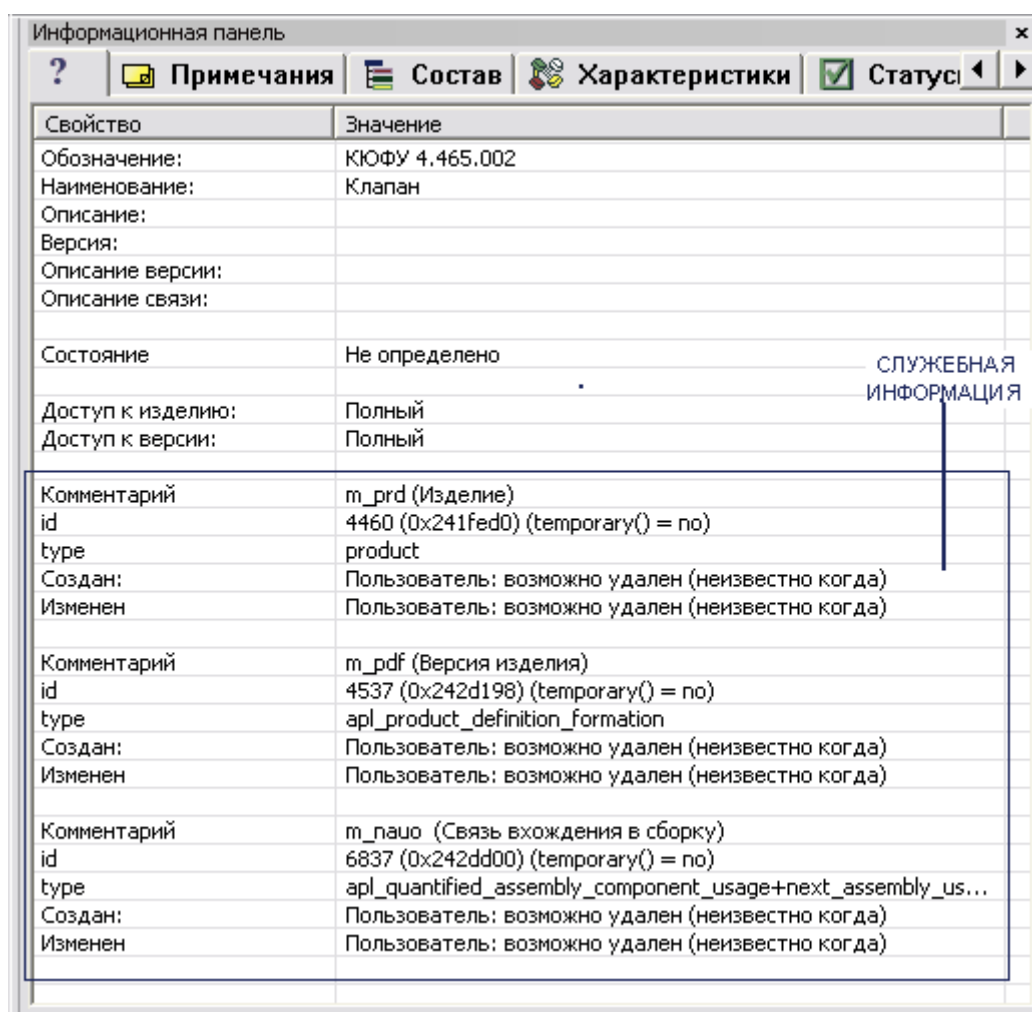

Рис. 308
- **Отображать служебную информацию в списке свойств объектов** – установка данного флага приводит к отображению на основной вкладке свойств объекта служебной информации (Рис. 308). Служебные поля «Создан» и «Изменен» содержат пользователя, создавшего/изменившего объект, и дату события. Эти служебные поля информативны только при работе PSS с СУБД Oracle.